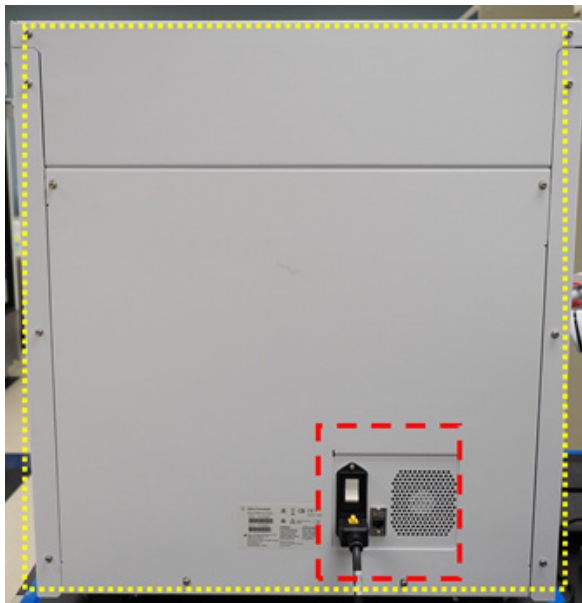

Figure 30 Surfaces extérieures de la face arrière de l'instrument à essuyer
- d Extérieur de l'instrument – Face arrière :** assurez-vous que le câble d'alimentation est débranché de l'alimentation électrique. À l'aide d'une lingette de laboratoire imbibée d'alcool isopropylique à 70 %, essuyez la face arrière de l'instrument, qui est indiquée en jaune à la Figure 30. La zone indiquée en rouge nécessite une attention particulière car elle inclut le bouton de mise en marche/arrêt arrière.